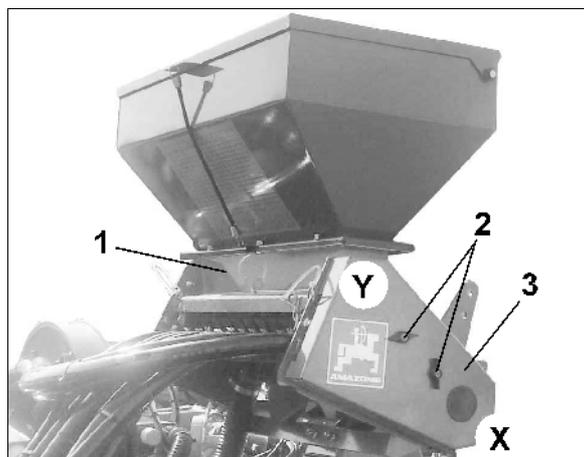

Fig. 28
1. Flügelmutter (Fig. 28/2) lösen und Kettenschutz (Fig. 28/3) abnehmen.